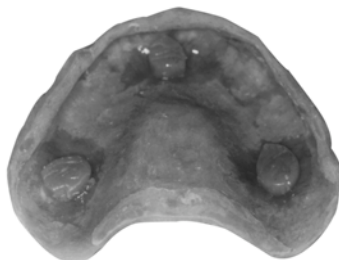

Figura 2 - Arresti di tessuto
2. **Gli «arresti di tessuto» sono fortemente consigliati** per controllare la dimensione verticale e lo spessore della ribasatura. Vedere Figura 2.